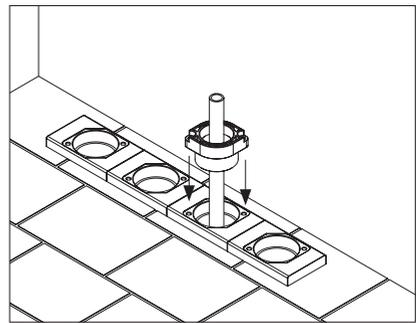

Abbildung 8.2: Einbausituation **KRASO® Bauherren-Komfortpaket - Boden - 90** mit Estrichaufsatz, **KRASO® BKP - Boden - Dichteinsatz - Strom** - und Rohrleitung
- Schieben Sie den **KRASO® BKP - Boden - Dichteinsatz - Strom** mit der Gummidichtung voraus über die Rohrleitung bis in den Estrichaufsatz des **KRASO® Bauherren-Komfortpakets - Boden - 90**. Beachten Sie, dass die Schraublöcher am Dichteinsatz und die Kernlöcher am Estrichaufsatz übereinander liegen (s. Abbildung 8.2).